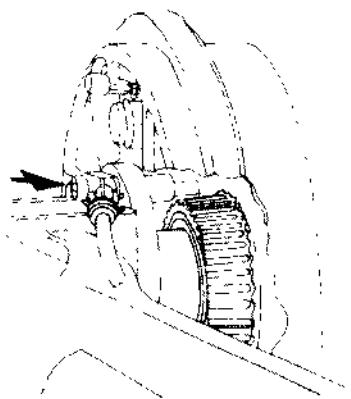

图 7.49 拆下后轮速度传感器传感头固定螺栓
② 拆下固定传感头的内六角螺栓, 如图7.49箭头所示, 拆下传感头。